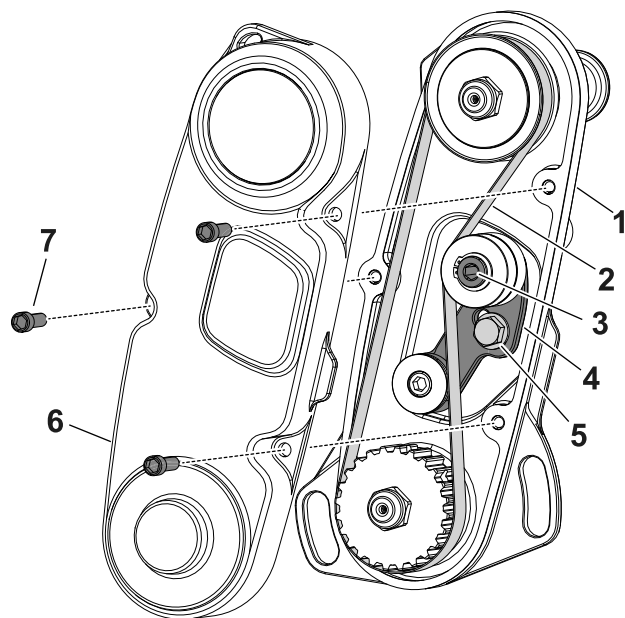

Рисунок 16
1. Снимите крышку ремня, чтобы открыть доступ к ремню (Рисунок 16).
2. Ослабьте болт рычага натяжного ролика и поверните рычаг натяжного ролика (Рисунок 16), чтобы ослабить натяжение ремня.
3. Снимите ремень (Рисунок 16).
6. Установите ремень и затяните его, приложив крутящий момент от 6 до 7 Н·м к внутреннему шестиграннику рычага натяжного ролика, показанного на Рисунок 16.